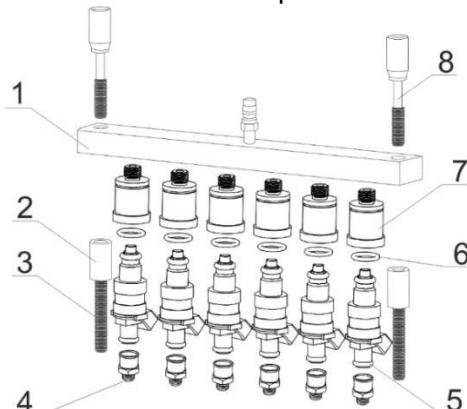

Рисунок 5.5
- 1) Выберете адаптер обратной промывки (7) и соответствующее уплотнительное кольцо на хвостовик.
- 2) Вставьте внутрь адаптера обратной промывки уплотнительное кольцо диаметром Ф16.2 (6) 3 ) Установите форсунки в адаптер обратной промывки распылителем вверх, входным штуцером вниз.
- 4) Входной штуцер установите в соответствующий адаптер верхней подачи (4).
- 5) Установите топливный распределитель с форсунками в соответствующие отверстия над мерными колбами. Равномерно затяните прижимные винты (8) для крепления топливного распределителя, как показано на рис. 5.5.